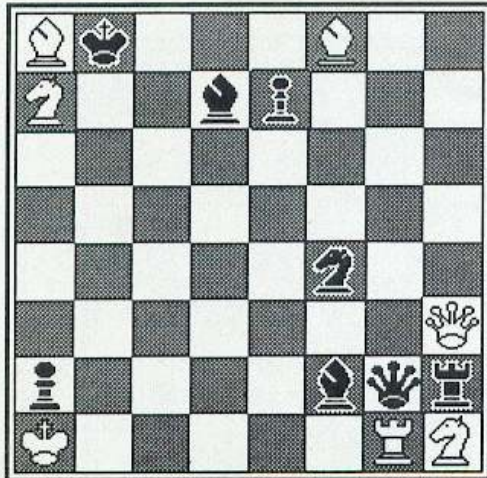

Figura 9.
2) il bianco (figura 9) può eseguire le seguenti prese: re prende A2; alfiere (case bianche) prende g2; alfiere (case nere) prende e7; torre prende g2; cavallo prende f2; donna prende d7 o g2 o h2.